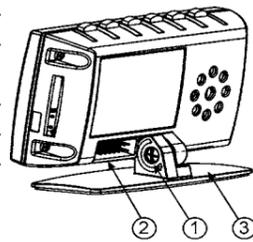
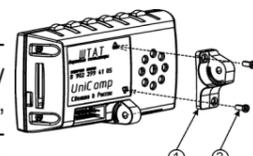
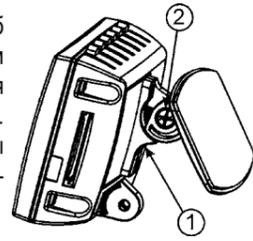

рис.6 Крепление БК на панель приборов
рис.16 Крепление кронштейна к корпусу БК
рис.7 Крепление БК на ветровое стекло
С помощью отвертки расслабьте винт крепления БК (рис.6 поз.1). Установите расположение корпуса БК относительно опоры крепления БК (рис.6 поз.3), по вашему выбору. В дальнейшем, когда БК будет установлен, вы также сможете изменить угол наклона корпуса БК или полностью снять корпус БК чтоб его не украли, если вы оставляете ваш а/м на долгое время без присмотра, или же для возможной перепошивки БК.
С помощью отвертки выкрутите винт крепления БК (рис.6 поз.1) и снимите опору крепления. Приложите кронштейн (рис.4), (рис.16 поз.1) к корпусу БК так, чтобы отверстия для винтов в кронштейне совпадали с метками на задней наклейке (рис.16). Завинтите винты (рис.16 поз.2) в монтажные отверстия, которые находятся под наклейкой. Соедините винтом крепления БК кронштейн (рис.7 поз.1) с опорой крепления (рис.6 поз.3). Установите расположение корпуса БК относительно опоры крепления БК по вашему выбору. В дальнейшем, когда БК будет установлен, вы также сможете изменить угол наклона корпуса БК по вашему желанию или полностью снять корпус БК чтоб его не украли, если вы оставляете ваш а/м на долгое время без присмотра, или же для возможной перепошивки БК, через разъем. Выберите место на ветровом стекле где вы хотите установить БК. Убедитесь в отсутствии возможных бликов на индикаторе БК.
3.13. Подключите к БК жгут для подключения (рис. 2) через разъем (рис.6 поз.2) и протяните жгут для подключения. Соедините провода жгута БК с оригинальными проводами автомобиля согласно схеме подключения.